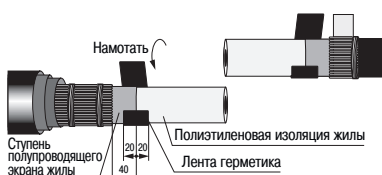

Рисунок 5
4.7 Обрезать жилы соединяемых кабелей по опорной линии (рисунок 5).
4.8 Специальным ножом удалить слой полупроводящего экрана с жил соединяемых кабелей, оставив участок экрана длиной 40 мм от среза оболочки. После удаления экрана поверхность полиэтиленовой изоляции должна быть гладкой, без бугров, заусенцев и частиц экрана. Недостатки на поверхности полиэтиленовой изоляции устранить наждачной бумагой. Поверхность изоляции жилы очистить салфеткой, смоченной в бензине или растворителе (рисунок 5).
4.9 Для каждой жилы: плотно намотать ленту-герметик с заходом 20 мм на ступень полупроводящего экрана и 20 мм на поверхность полиэтиленовой изоляции, обжать рукой (рисунок 5).